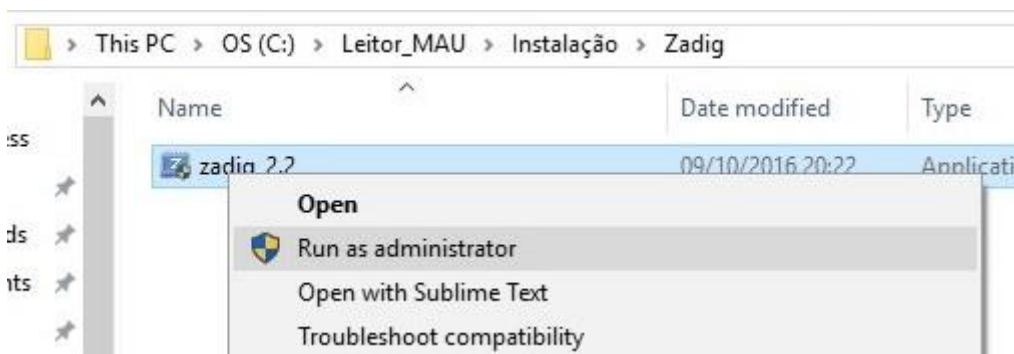

Figura 2
- 3) Executar zadig_2.2.exe (localizado na pasta "C:/Leitor_MAU/Instalação/Zadig") em modo Administrador conforme Figura 2;